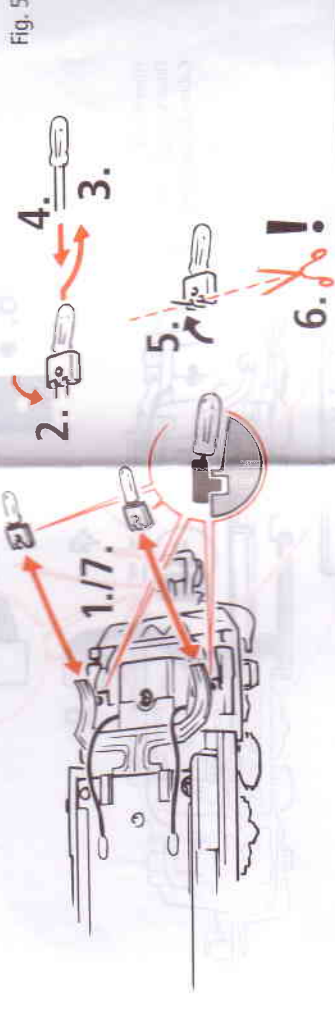
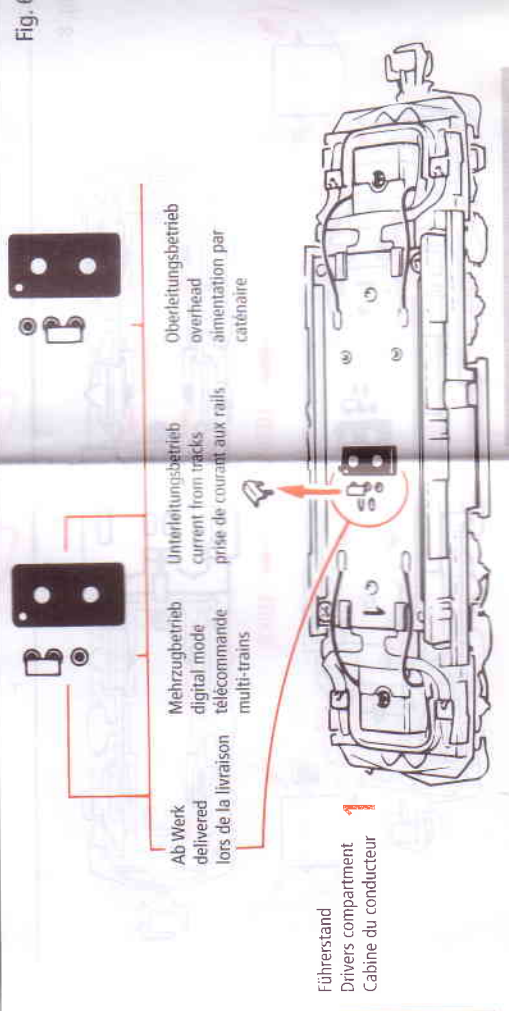
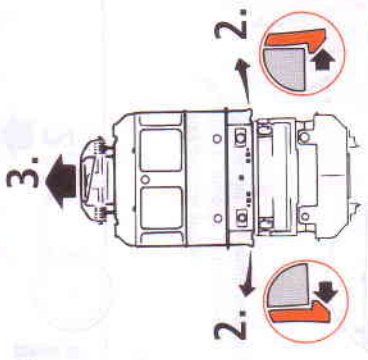

Fig. 5
Fig. 6
Fig. 3
Stromabnahme: Ab Werk ist die Lokomotive auf Stromabnahme für Unterleitungsbetrieb eingestellt (Fig. 6). Für Oberleitungsbetrieb ist die Umschaltung wie in Fig. 6 dargestellt, vorzunehmen. Dazu vorher das Gehäuse abnehmen (Fig. 3).
Mehrzugbetrieb: Zuerst unbedingt die Umschaltung auf Unterleitungsbetrieb vornehmen (Fig. 6). Danach den Brückenstecker aus der Schnittstelle entfernen (sorgsam aufbewahren). Zuletzt den Stecker des Steuerbausteines lagerichtig einsetzen (Fig. 7).
2. Schmierung: Versehen Sie die im Schmierplan in Fig. 8 gekennzeichneten Stellen mit nur kleinen Öltropfen. Dazu zuerst das Lokgehäuse abnehmen (Fig. 3). Wir empfehlen den **ROCO-Öler** Art. Nr. 10906. Zur Schmierung der Getriebeteile (Zahnräder, Schnecke) empfehlen wir das **ROCO-Spezialfett 10905**. Im Falle der Schmierung diese Teile bitte nicht ölen. → Zusammenbau
3. Lämpchenwechsel: Bitte nehmen Sie zuerst das Lokgehäuse ab (Fig. 3). Danach können Sie die Lämpchen wechseln (Fig. 5).
5. Kohlebürstenwechsel: Lokgehäuse abnehmen (Fig. 3). Danach wird der Motor ausgebaut und die Kohlebürsten ausgewechselt (Fig. 10). → Zusammenbau
Lors de la livraison = prise de courant aux rails (fig. 6).
Prise de courant aux rails: voir fig. 6.
Alimentation par caténaire: voir fig. 6.
Pour ce faire il faut préalablement enlever la caisse entière (voir fig. 3).
Exploitation en télécommande multi-train: Commutez d'abord et obligatoirement la locomotive à la prise de courant par les rails (voir fig. 6). Enlevez ensuite la fiche de shuntage de l'interface (à conserver!) et enfichez finalement la fiche du module de télécommande aux prises de l'interface. Veillez à la position correcte de la fiche (voir fig. 7). ⇨ L'assemblage
2. Graissage: N'appliquez **qu'une tout petite goutte** aux endroits indiqués par le plan de graissage (fig. 8) après avoir démonté la caisse de la locomotive (fig. 3). Nous vous recommandons **le graisseur à huile ROCO réf. 10906**. Pour graisser les engrenages (roues dentées, vis sans fin) nous vous conseillons la **graisse spéciale Roco ref. 10905** pour engrenages en matières synthétiques. Lorsque vous utilisez cette graisse il faut éviter d'huiler ces composants.
3. Remplacement des ampoules: Veuillez démonter d'abord la caisse de votre locomotive (fig. 3), puis vous pouvez **échanger les ampoules** (voir fig. 5).
5. Remplacement des balais du moteur: Démonter la caisse (voir fig 3). Démontez ensuite le moteur et échangez les balais (fig. 10).
2. Lubrication: Apply tiny oil drops to spots marked in fig. 8. Prior to lubrication dismantle locomotive (fig. 3). We recommend using item no. 10906, Roco oiler. For lubrication the gear-parts (e.g. cog-wheels, worm) we would recommend our Roco special grease (item No. 10905).
3. Change of lights: First remove loco body (fig. 3) and then change lights (fig. 5).
5. Carbon Brush Changing: First remove loco body (fig. 3), and then the motor (fig. 10).